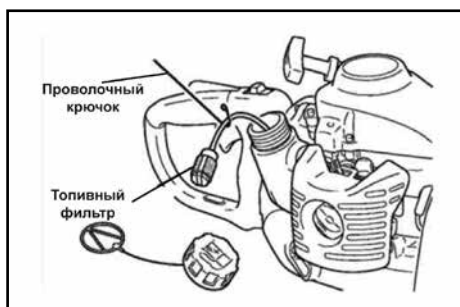

Рис. 5
1. Выньте топливный фильтр через отверстие в топливном баке, воспользовавшись металлической проволокой (Рис. 5).